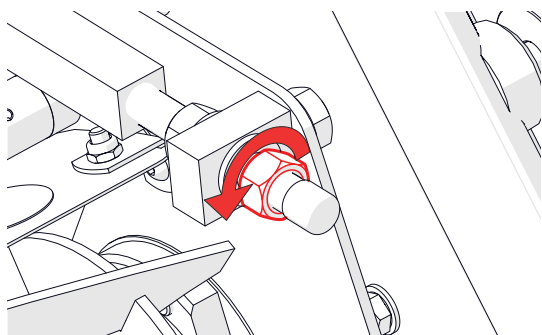

Fig. 11C - Allentare il controdado
6. Impostare la distanza con il dado di regolazione [chiave da 19 mm] (Fig. 11C). Sono sufficienti regolazioni molto piccole - iniziare con $\frac{1}{8}$ di giro e ripetere il test di taglio della carta. Procedere a successive regolazioni fino a ottenere un taglio pulito.